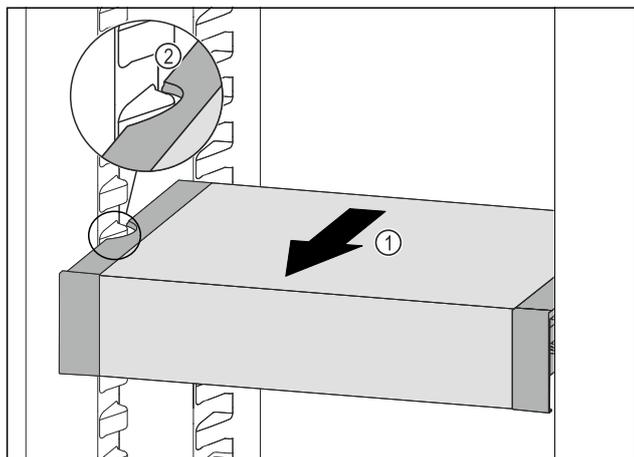

Fig. 123
- ▶ VarioSafe pociągnąć w przód Fig. 123 (1), aż boczne wycięcia szuflady VarioSafe będą się znajdować na wysokości zębów pojemnika w chłodziarce. Fig. 123 (2)